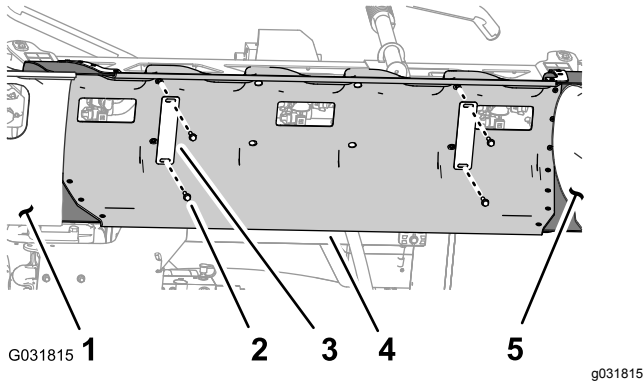

図 27
1. センターセクションカバー11ノズルを支えておいて、このカバーをカバーサポートブラケットに固定しているフランジヘッドボルト5/16 x 1/4" 4本とカバーストラップ2本を外す 図 27。